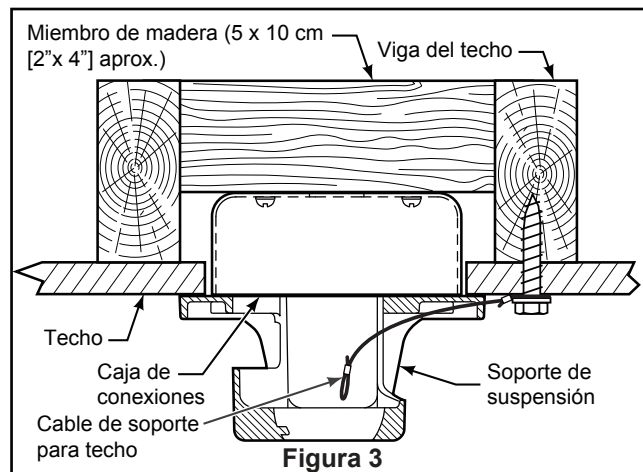

Figura 3
3. Afloje los dos tornillos de fijación del soporte del barral de soporte para techo a través de la varilla. Introduzca los cables de color negro/blanco (o marrón), azul, rojo, gris, amarillo cables y cable de seguridad a través de la varilla. (Figura 3)
1. Perfore un orificio de 1/4" en la estructura del edificio para evitar grietas con la instalación del tornillo de intervalo. Utilice el tornillo de intervalo de 3/8"x 2" y la arandela plana para fijar el cable de seguridad a la viga del techo o a la estructura de madera. Dicho tornillo pasará a través de arandela plana, la presilla del cable de seguridad y se fijará en la estructura del edificio. (Figura 3)
NOTA: el cable de soporte para techo no se puede asegurar solamente a la caja de conexiones; se debe asegurar directamente a la viga de techo o miembro estructural con el tornillo de cabeza cuadrada de 3/8"x2" y la arandela plana. (Figura 3)